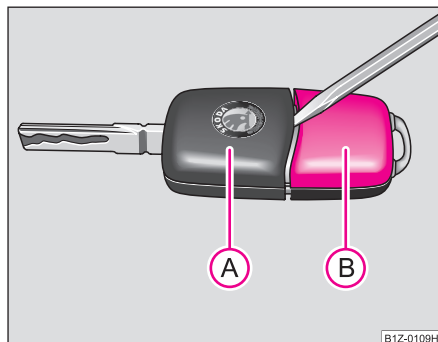

Fig. 24 Separar la llave con radiotelemando
Cada llave con radiotelemando contiene una pila que se encuentra en la tapa (B) de la carcasa de la emisora ⇒ fig. 24.
- Separar la parte de llave (A) ⇒ fig. 24 de la carcasa del emisor (B) apalancando con cuidado mediante un destornillador delgado.